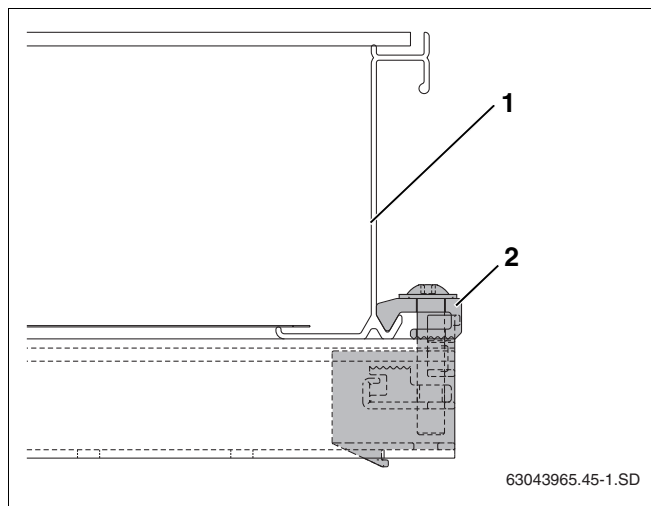

Fig. 47 Clemă de prindere simplă înșurubată
- Se împinge colectorul (Fig. 47, **Poz. 1**) cu atenție în clema de prindere simplă și se așează orizontal.
- Se înșurubează clema de prindere simplă cu cheia SW5 (Fig. 47, **Poz. 2**).
Distanțierul inferior (Fig. 47, **Poz. 2**) al elementului de prindere al colectorului se prinde de cantul inferior al colectorului.